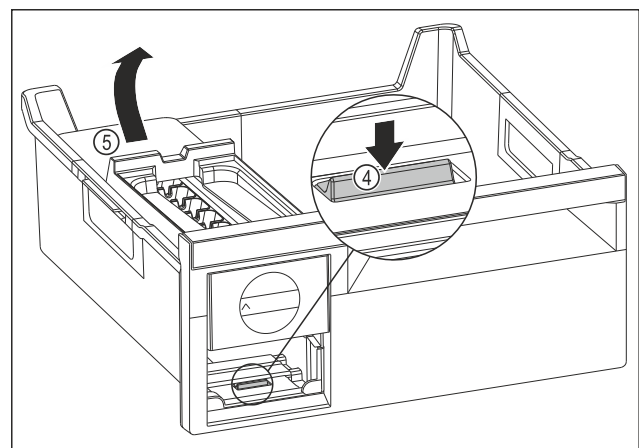

Fig. 163
- ▶ EasyTwist-Ice-Körper entnehmen: Lasche Fig. 163 (4) mit Finger nach unten drücken und gleichzeitig mit der anderen Hand den EasyTwist-Ice-Körper Fig. 163 (5) von hinten anheben.